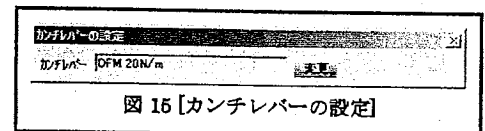

図 15 [カンチレバーの設定]
(16) [カンチレバーの設定](**図 15**)で、ユニットにセットされている